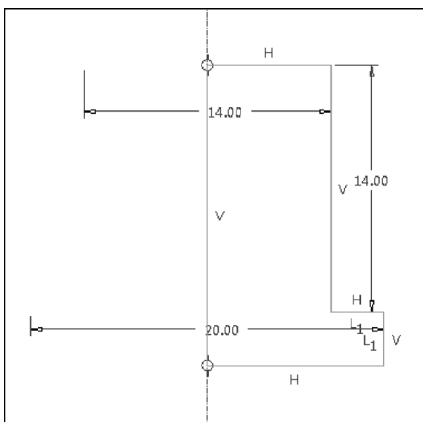

图 8-16 绘制草绘截面
STEP 03 弹出草绘窗口，单击“草绘”选项卡中的相应按钮，绘制草绘截面，如图 8-16 所示。